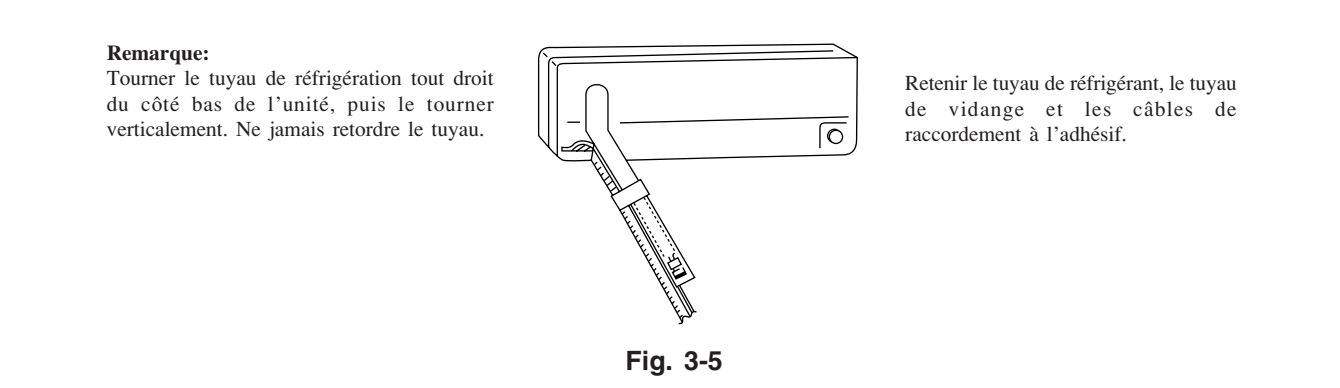

Fig. 3-5
(1) Dans le cas où les tuyaux de réfrigération sont installés à l'arrière de l'unité, fixer les tuyaux de réfrigération, le tuyau de vidange et les fils de raccordement, en plusieurs points avec un ruban adhésif. Attacher fermement le support du tuyau de réfrigération au dos de l'unité. (Voir figure 3-5)